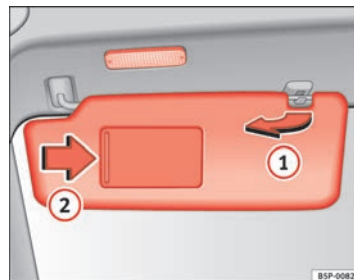

Fig. 79 Parasol del lado del conductor
Los parasoles del conductor y del acompañante pueden extraerse de sus soportes centrales y girarse hacia las puertas ⇒ fig. 79 ①.